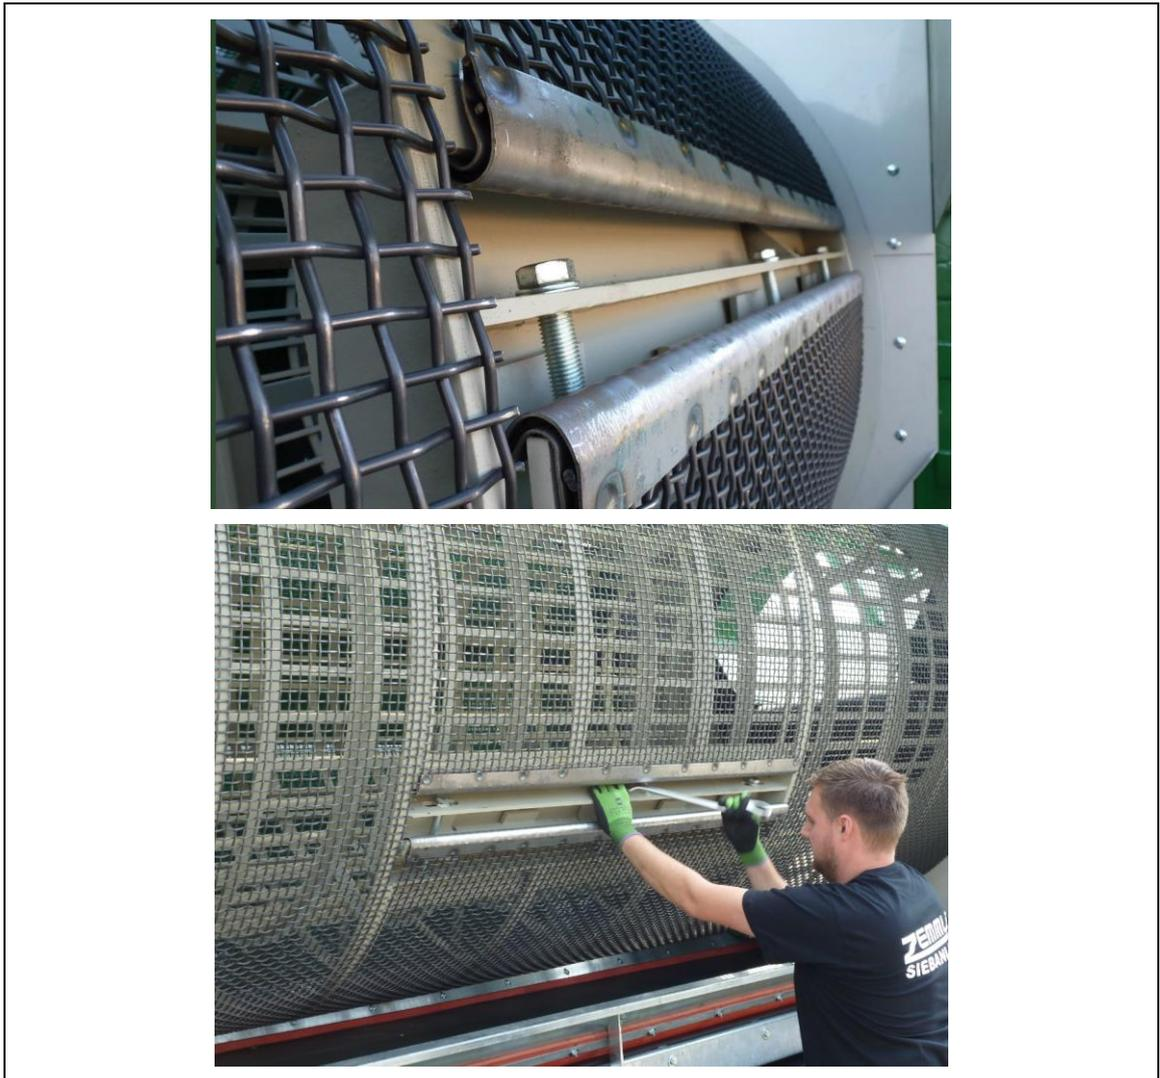

Abb. 11-3: Spannstation für Siebbelag
4. Siebelagende mit Montierhebel in Spannstation und mittels der Schrauben anziehen. (siehe Abbildung 11.3)